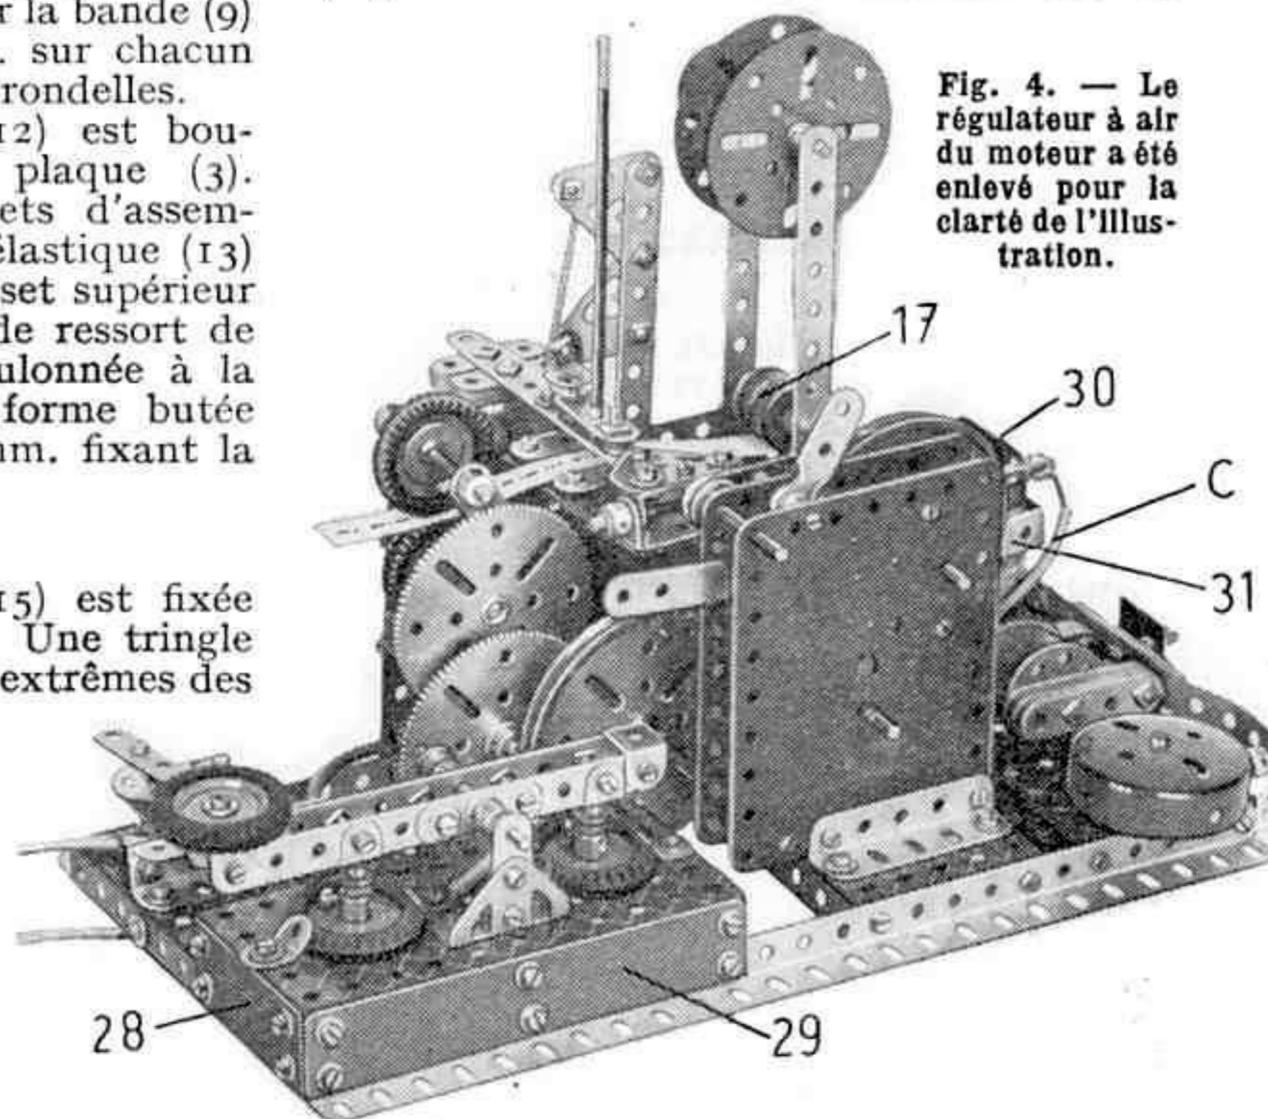
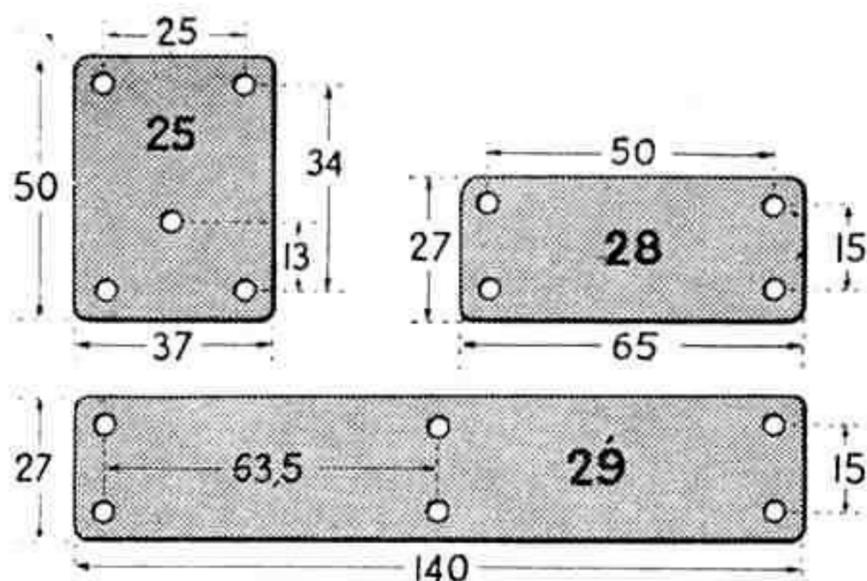

Fig. 4. — Le régulateur à air du moteur a été enlevé pour la clarté de l'illustration.
Fig. 5. — Pièces à découper dans du carton fort.
Le commutateur est construit sur une plaque (25) dont la figure 5 donne le dessin. Cette pièce sera découpée dans du carton fort de 2 mm. d'épaisseur et fixée à une cornière de 5 trous boulonnée sur la cornière (1). Deux équerres fixées sur la plaque (25) forment les plots du commutateur. Le bras de celui-ci est une bande de 5 trous sous laquelle un support plat est tenu par un boulon (26). Un boulon de 19 mm. (27) passe successivement dans une
La figure 4 montre l'ensemble du télégraphe. Le manipulateur doit être soigneusement isolé du reste du modèle ; il sera fixé à l'aide de deux bandes de carton fort (28) et (29), décrites sur la figure 5. En outre, une feuille de papier ou de carton de $14,5 \times 7$ cm. sera placée entre la plaque à rebords formant le socle du manipulateur et la base du modèle proprement dit. On peut aussi fixer le manipulateur sur une planchette de bois.